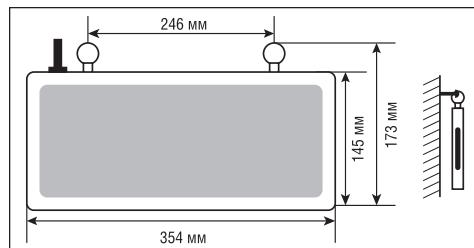
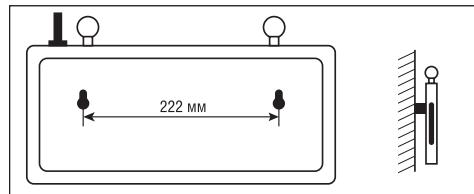

Рисунок 1
Рисунок 2
- При накладном способе монтажа подготовьте два отверстия по месту установки согласно расположению монтажных отверстий светильника. Установите саморезы в отверстия. Установите светильник на стену с помощью монтажных колец в верхней части светильника (Рис. 1) или с помощью монтажных отверстий на задней стенке светильника (Рис. 2)*.